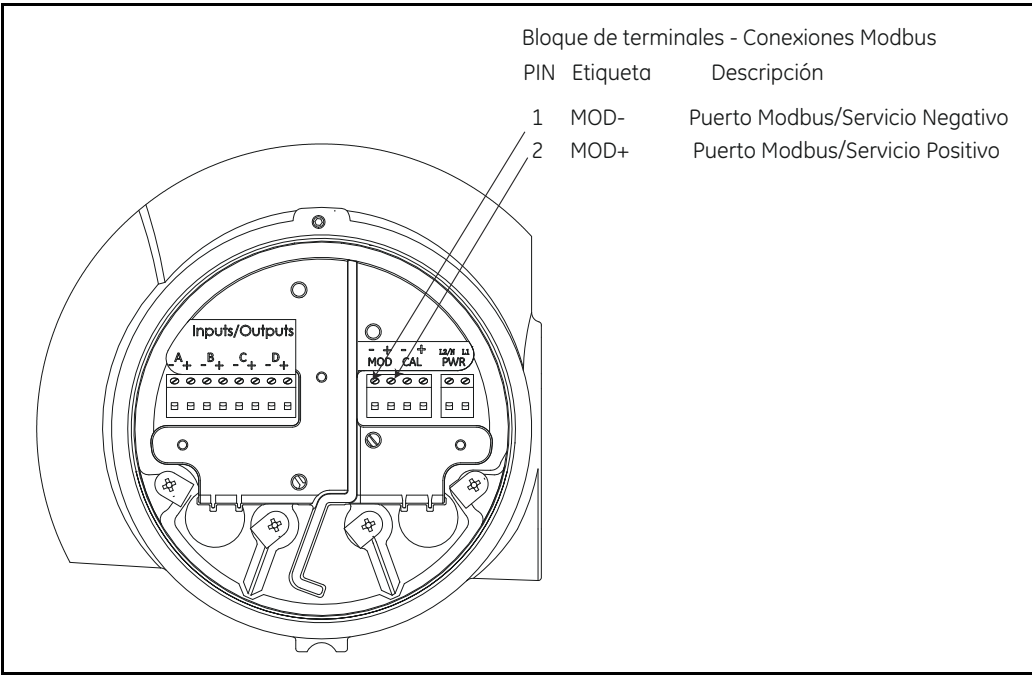

Figura 13: Conexiones Modbus
3. Pase un extremo del cable por el orificio y conéctelo como se indica en la *Figura 13*.